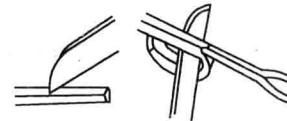

图 1-15 护套线绝缘层的剖削
4) 塑料护套线绝缘层的剖削。护套线的外层有公共绝缘护套层，内层每根线芯由绝缘层将其相互分开。剖削时，先按所需线头长度找到平行线芯的缝隙，用电工刀尖划开护套外层，然后将剖开的护套层反方向扳翻并齐根切去，如图 1-15 所示。